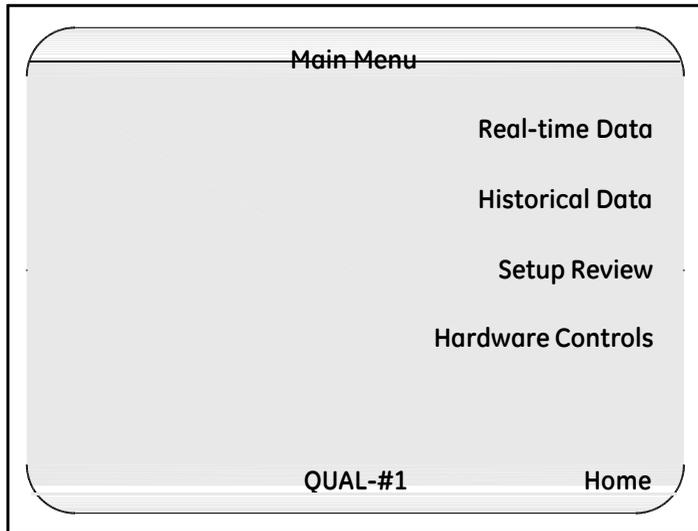

图 71: 主菜单
1. 如果在其它界面, 按 **Main Menu 主菜单**. 显示 **Main Menu 主菜单** 界面,如图 71 所示.